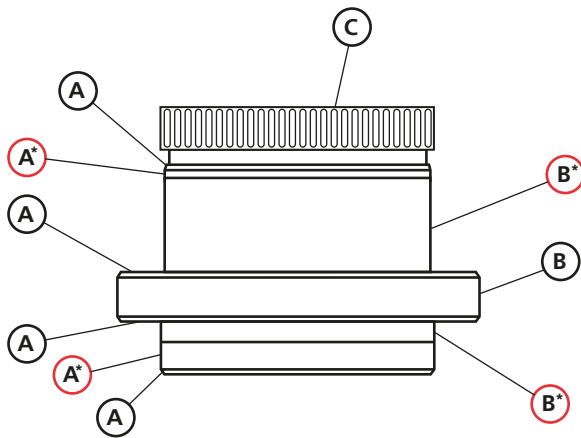
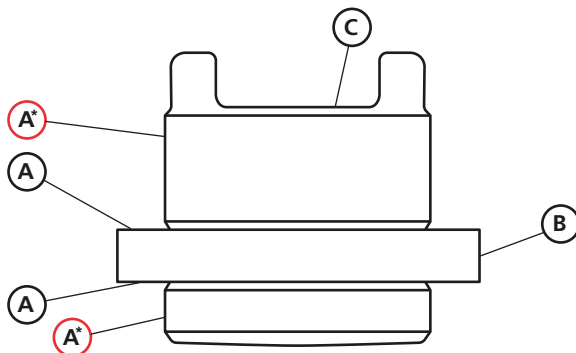

Figure 8 – Douille d'entraînement, surfaces importantes
Figure 9 – Douille d'entraînement HOB3, surfaces importantes
La douille (14) peut être facilement séparée du réducteur en enlevant d'abord la bague de centrage (15) de l'embase(16). Un léger effort peut être appliqué au côté marqué C dans la figure 8 pour aider à retirer la douille.
Pour tous les réducteurs, sauf le HOB3, voir la figure 8.
Pour le réducteur HOB3, voir la figure 9.
⚠ ATTENTION : Avant de remettre la douille d'entraînement usinée, vérifiez que les surfaces A des figures 8 et 9 ne sont pas endommagées. Les surfaces endommagées peuvent casser les joints du réducteur ou les roulements et entraîner une infiltration d'eau ou une fuite de graisse.
Un composé antifriction contenant du disulfure de molybdène, tel que MI-Setral-9M, devrait être appliqué aux surfaces marquées d'une astérisque '*' dans la figure 8 et la figure 9, avant de remonter la douille d'entraînement dans le réducteur. Pour des précisions sur la conformité d'un composé antifriction, veuillez contacter Rotork.
⚠ ATTENTION: Avant de remettre la douille d'entraînement usinée, vérifiez que les surfaces A des figures 8 et 9 ne sont pas endommagées. Les surfaces endommagées peuvent casser les joints du réducteur ou les roulements et entraîner une infiltration d'eau ou une fuite de graisse.
Un composé antifriction contenant du disulfure de molybdène, tel que MI-Setral-9M, devrait être appliqué aux surfaces marquées d'une astérisque '*' dans la figure 8 ou la figure 9 (selon le cas), avant de remonter la douille d'entraînement dans le réducteur. Pour des précisions sur la conformité d'un composé antifriction, veuillez contacter Rotork.